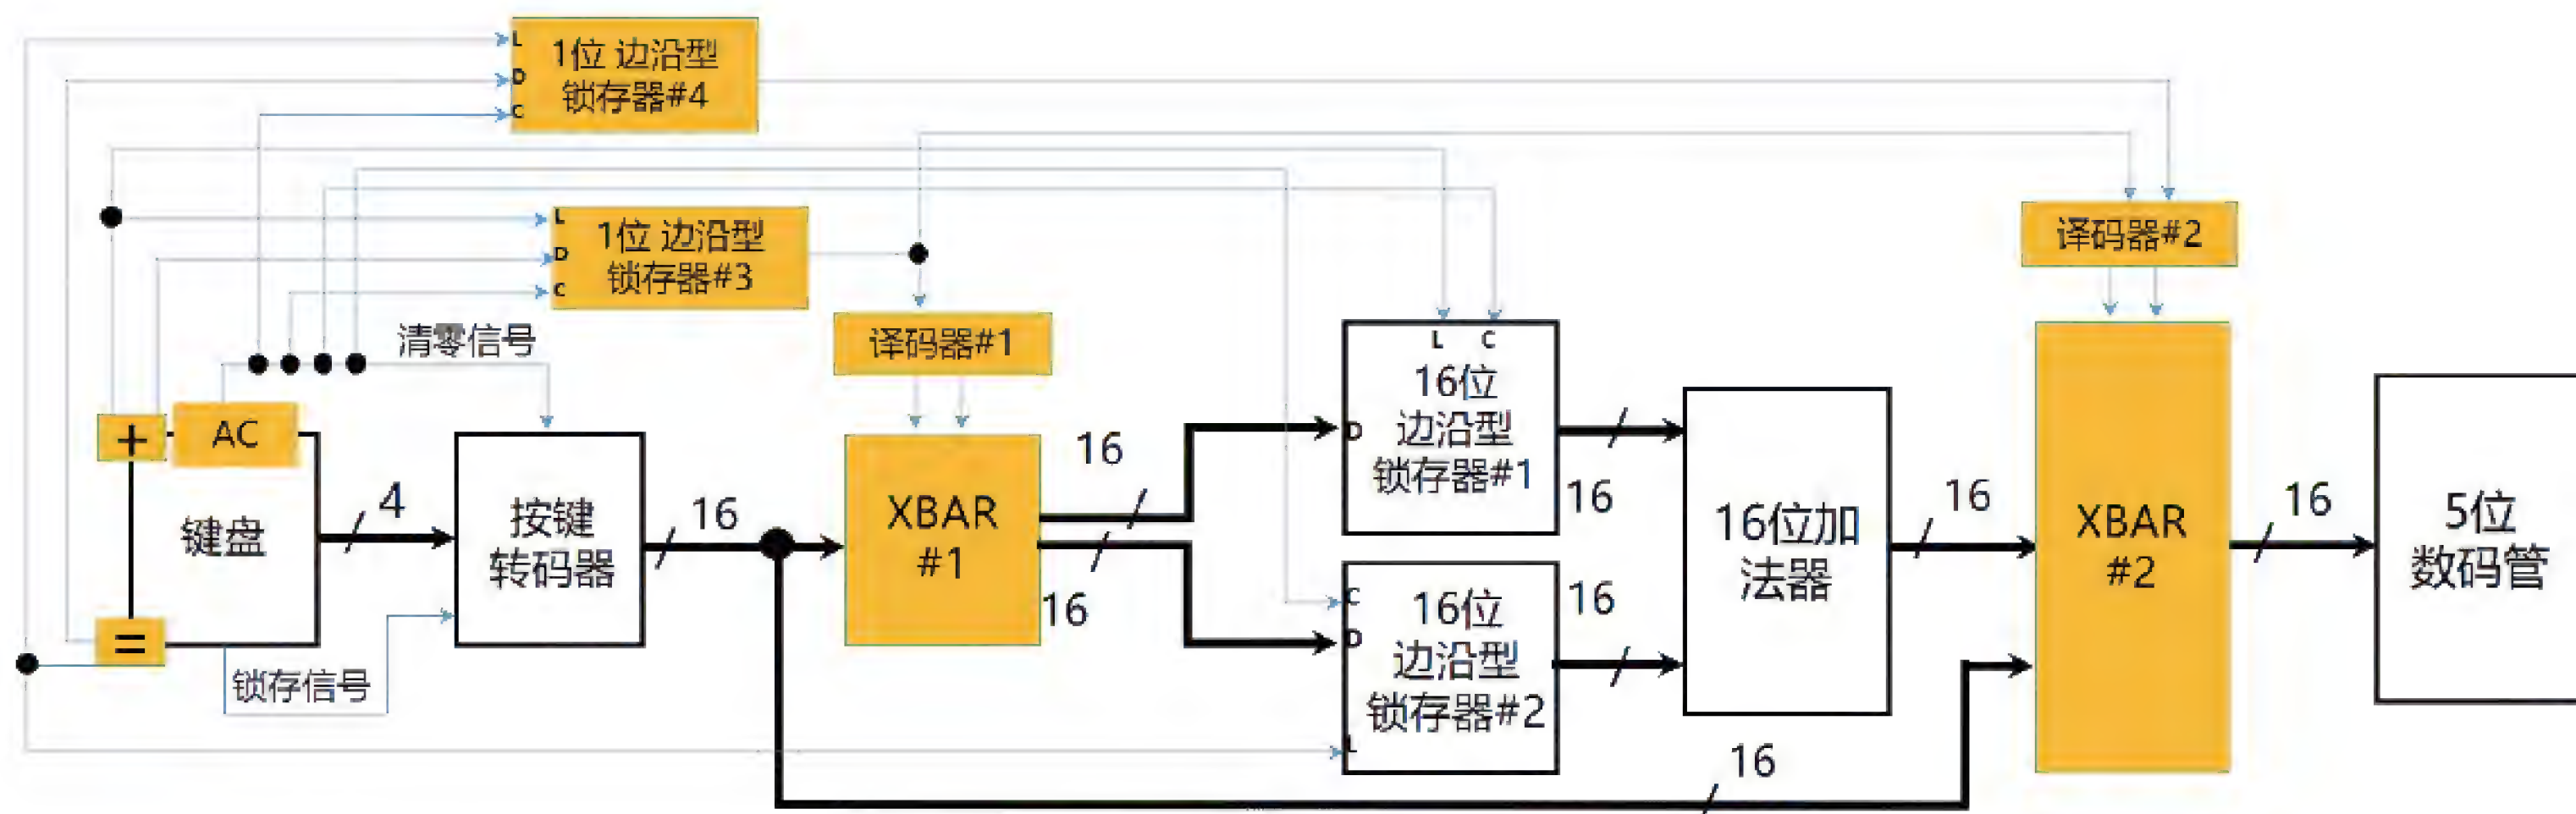
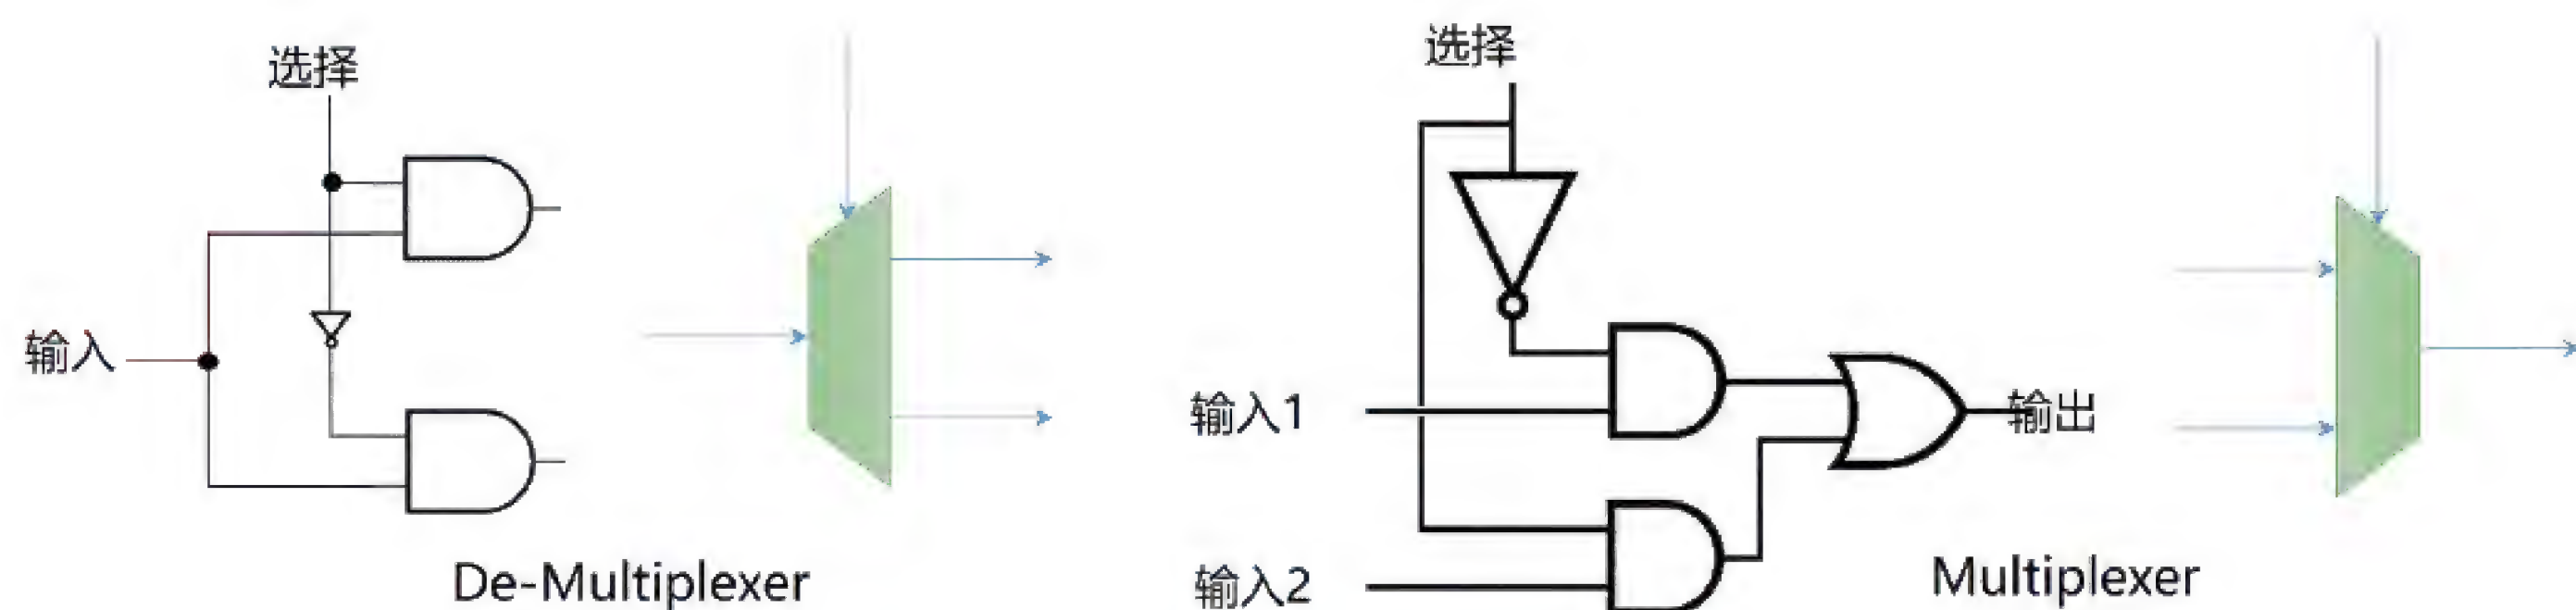

图1-104 带控制逻辑的完整计算器架构
图1-105 1对2选路器和2对1选路器
**路。**所谓控制通路，就是上面文字所列出的那些条件，比如“第一次按键，则……”“当按下=键时，则……”，这些条件满足的时候数据会走某个通路，而不满足的时候数据可能会走另一条通路。这些控制逻辑，就需要利用我们前文中描述的各种电路部件来实现，比如图中的XBAR，但是它只有输入和输出的数据通路，而缺乏对XBAR的控制信号通路。根据上面的条件，再把控制通路画上去，如图1-104中的细线所示。
图1-104中，XBAR#1的两个控制信号输入（译码器#1的输出信号）为10时，XBAR#1左侧的数据输入将被导向到锁存器#1；而XBAR#1的控制信号输入为01时，XBAR#1的输入将被导向到锁存器#2。XBAR#1是一个1对2的交换器，其内部有两个开关，所以需要两个输入信号来分别控制这两个开关的开合。整个计算器加电之后，初始状态为全0，用户输入某个数字之后，比如先后按下“1”“2”“3”，那么按键转码器会输出123D的二进制编码到XBAR#1的输入端，此时XBAR#1的控制信号应为10，因为要将123导向到锁存器#1；而此时键盘上的+键并没有被按下，锁存器#3的输出为0，所以译码器#1的输入为0，此时要求译码器#1的输出为10，那就建立了一个逻辑关系：译码器#1输入为0时，输出为10。此时，五位数码管还必须显示出123这个数字。也就是说，XBAR#2必须将按键转码器的输出导向到数码管，这个通路需要由译码器#2来控制，而此时锁存器#3和#4的输出都为0，所以译码器#2就必须在输入都为0时输出为01（导通XBAR#2左下方那一路的输入和右侧的输出）。
图1-104中那些带有底色的部件都属于控制部件，也就是其作用是用来控制数据“**在什么时候**”或者在“**什么条件**”下“**应该从哪里来**”和“**应该到哪里去**”的。“在什么时候”由锁存器锁存信号来控制；“什么条件”则由译码器中的逻辑来控制；“应该从哪里来”和“应该到哪里去”则由XBAR（后文中你可以看到，其实XBAR可以用MUX选择器/复用器来替代）来控制。可以看到，数据在正确的时间、正确的环境通过正确的路径被输送到对应的计算部件或者显示部件，这体现了天时（时间）地利（环境条件）人和（通路）。
另外，图1-104中的XBAR#1并不是一个MUX，而是一个De-Multiplexer（DEMUX，**反复用器，反选路器**）。也就是说，DEMUX是将一路输入根据控制信号导向到多路不同的输出中的某一个上，而MUX是从多路输入中选择一路导向到唯一的一路输出上。图1-105所示就是一个1位宽的一对二的选路器和二对一选路器。对于左侧的一对二选路器，当其选择信号为1时，上方的与门的输出与左侧的输入信号相同，相当于透传了左侧信号，但是又不是真的“透”传，因为门电路并不是一根裸导线。同时，下方的与门输出总为0，它不受左侧输入信号的影响，相当于输入信号无法从这道门通过了。对于右侧的MUX，大家可自行推导其作用原理过程。此外，还有更多输出通路的一对多选路器。至于其电路组成，我们都可以自行通过真值表来画出来，这里不再赘述。